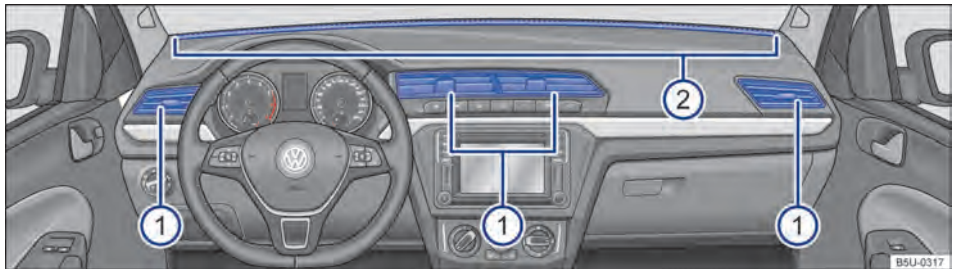

Fig. 77 En el panel de instrumentos: difusores de aire.
Hay otros difusores de aire, no regulables, en el panel de instrumentos → **fig. 77 (2)** y en las áreas para los pies.